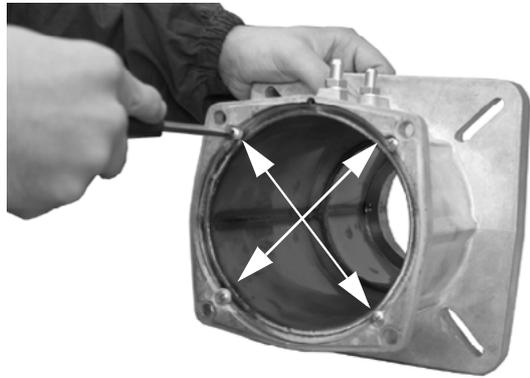

Fig. 20
- 3 Extraer los 4 tornillos que fijan la tobera al botín (Fig. 20).